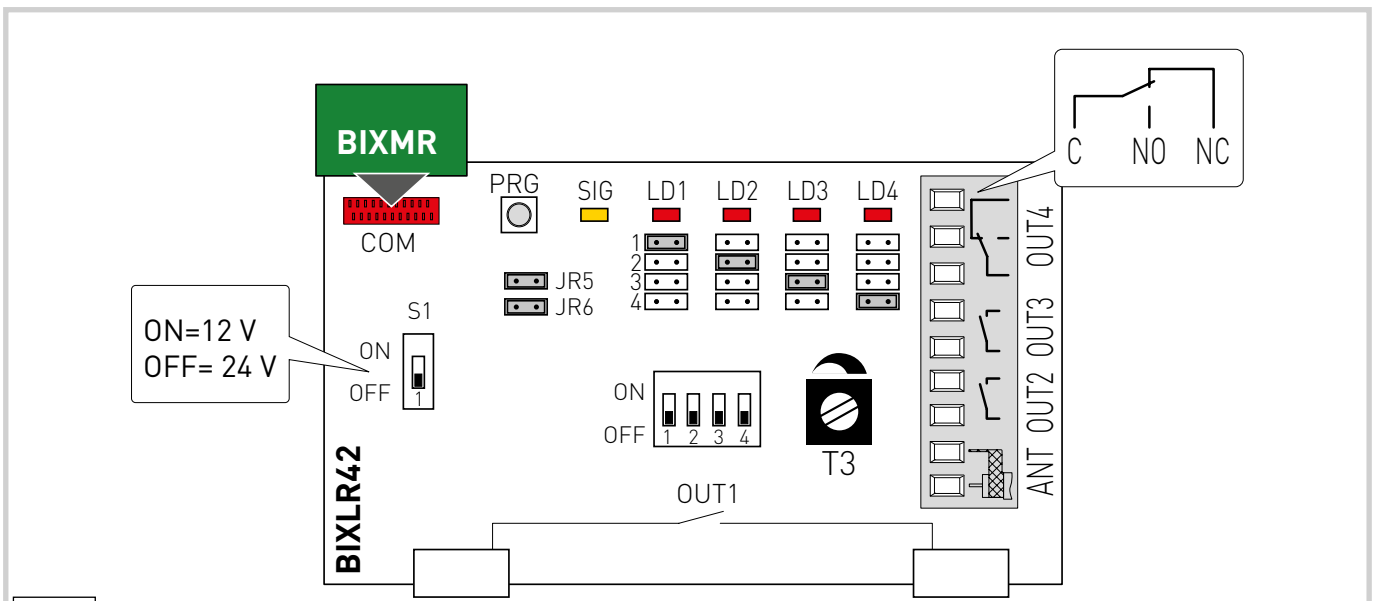

Fig.1
2. Ricevitore (fig. 1)
3. Selezione canali-uscite (fig.1)
2. Receiver (fig. 1)
3. Channels-outputs selection (fig.1)